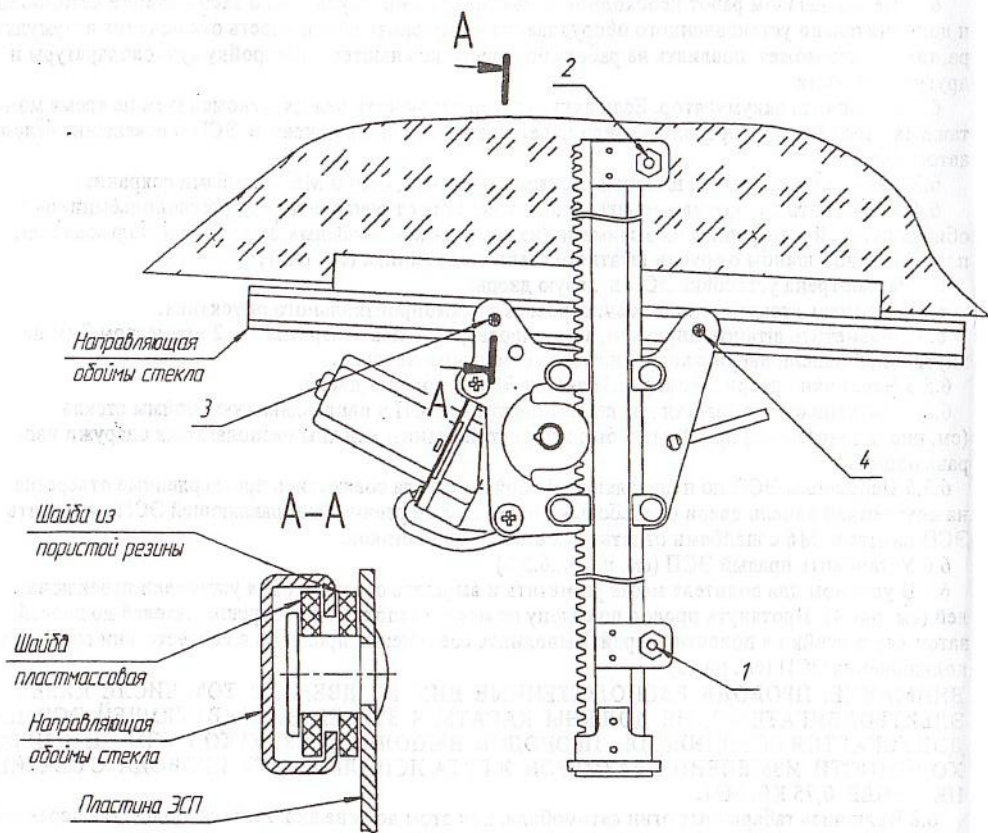

Рис. 2 Крепление пластины левого ЭСП к обойме стекла
6.5.4 Опустив стекло завести две шайбы пластины ЭСП в направляющую обоймы стекла (см. рис. 2 разрез А-А) причём шайбы из пористой резины должны располагаться снаружи направляющей.